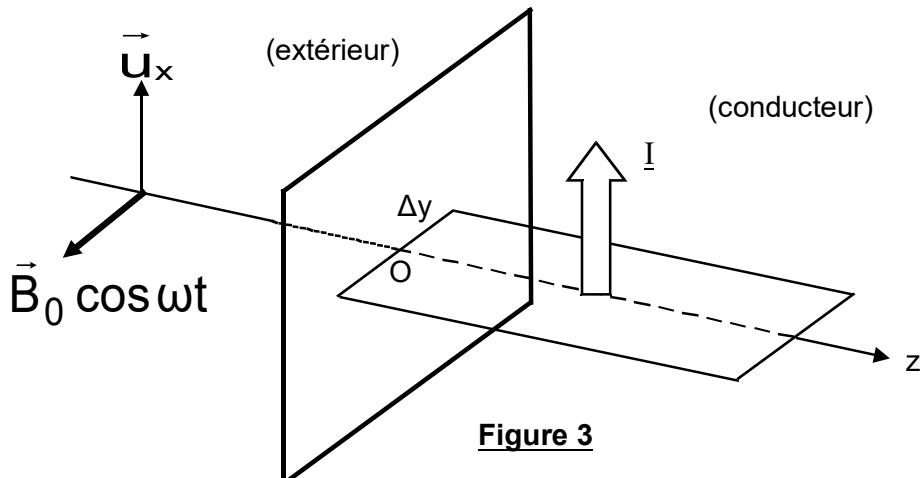

Figure 3
**A3\*a.** Quel est le courant élémentaire  $d\bar{I}$  qui traverse un rectangle élémentaire (voir figure 3), parallèle au plan  $yOz$ , de côtés  $dy$  et  $dz$ , orienté selon  $\vec{u}_x$  ? (utiliser la notation complexe)